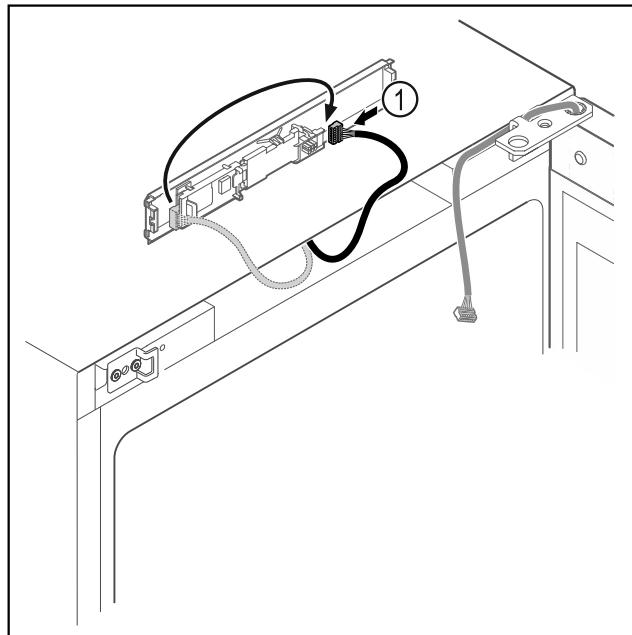

Fig. 19
- Μεταφέρετε το φίς Fig. 19 (1) στην πλακέτα.